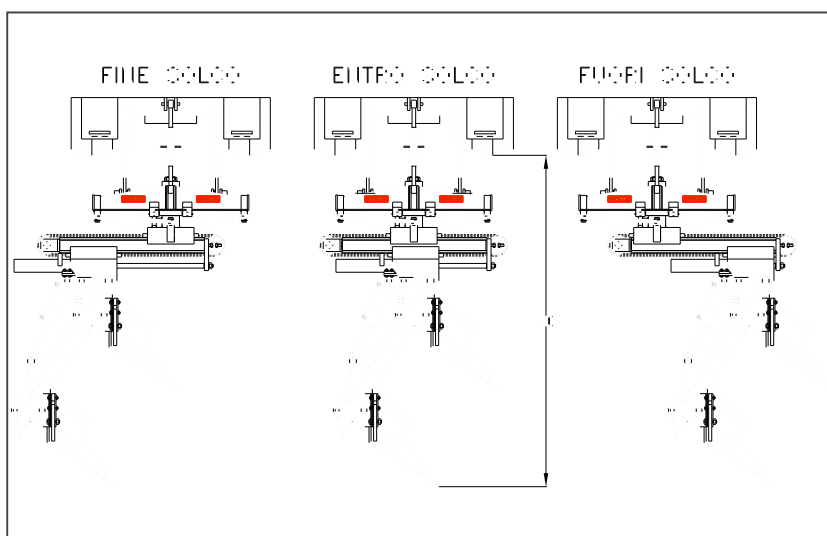

fig.16
- In fig.16 sono rappresentate le tre configurazioni possibili: fine solco, entro solco e fuori solco. Si noti che in ognuna delle tre posizioni di lavoro, la distanza "A" rimane immutata. Inoltre la doppia slitta permette un rapido spostamento nelle varie fasi di lavoro. Il modello rappresentato è quello "a doppia slitta". Del tutto analogo è il modello "a parallele", basato sul concetto dello scorrimento facilitato attraverso l'utilizzo di due alberi paralleli.